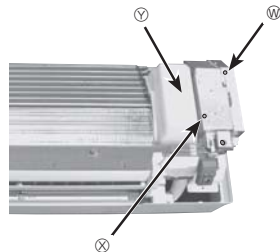

Fig. 6-4
- Retirer les couvercles avant et latéral du boîtier électrique (1 vis pour chacun). (Fig. 6-4)
- Retirer le dispositif d'arrêt de l'eau. (Fig. 6-4)